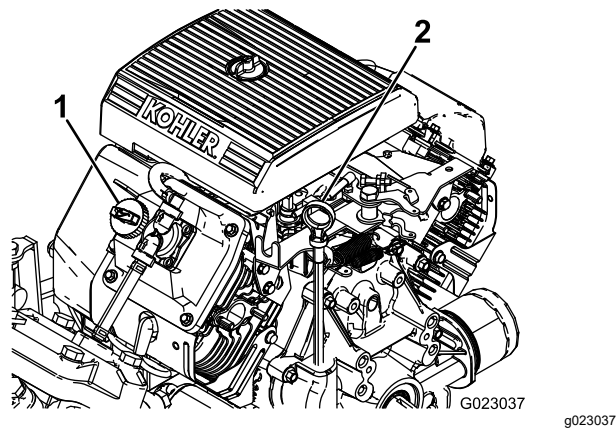

图 10
- 2. 取出量油尺用干净的抹布擦拭图 10。
- 4. 如果机油油位较低请从气门室盖图 10 上拆下加油颈盖从开口处注入机油直至油位达到量油尺上的“已满”标记请参阅 了解适合的机油类型和粘度。维护机油 (页码 42)